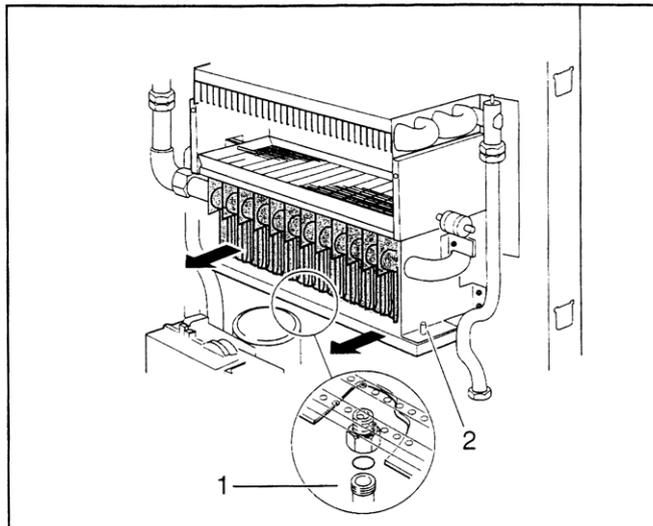

Fig.26
- e) Smontare la rampa ugelli gas, svitando le due viti d'accoppiamento laterali (2), il raccordo valvola gas (1) sfilando la rampa ugelli (Fig. 26)